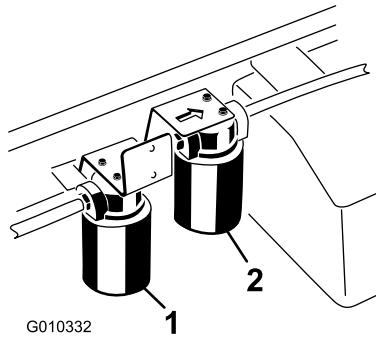

Figure 69
5. Placez un bac de vidange sous le filtre et enlevez le filtre (Figure 69).
- Nettoyez la zone autour de la surface de montage du filtre du système grand débit (Figure 69).